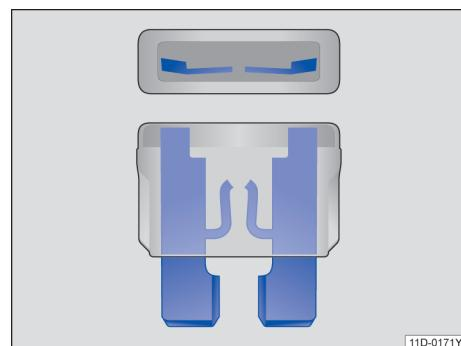

图 135 烧断的保险丝: 扁平插入式保险丝
- 烧断的扁平插入式保险丝 (ATO®、MINI®、MAXI+®) 可从上面和侧面透过透明外壳通过熔断的金属条来识别→图 135。